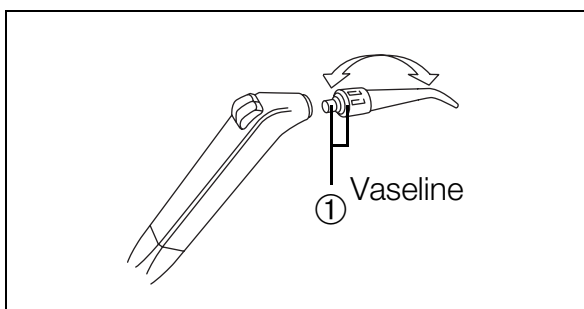

Abb. 19
- Ziehen Sie die Düse unter leichter Drehung von der Griffhülse ab (Abb. 19).
- Bestreichen Sie nach der Sterilisation die beiden O-Ringe ① (Abb. 19) leicht mit Vaseline.
- Achten Sie beim Zusammenstecken auf die Lage des Ventilkörpers ③ zur Griffhülse. Die Tasten ④ in der Griffhülse dürfen hierbei **nicht** gedrückt werden.